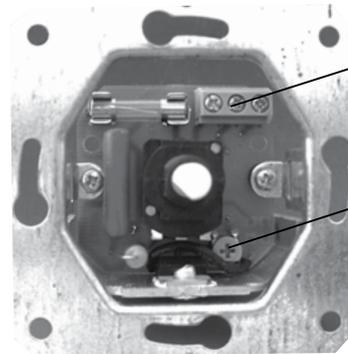

Abb. 2
- Setzen Sie den Regler so in den Anschlusskasten ein, dass sich die Klemmleiste (siehe Abb. 2) oben befindet, und befestigen Sie sie mit Schrauben.
- Drehen Sie mit einem Schraubenzieher mit Isolierhandgriff den Schieber des Potentiometers (siehe Abb. 2), um die Ventilatorgeschwindigkeit auf ein Minimum zu bringen.